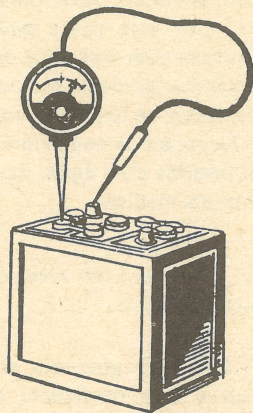

Fig. 50 — Medição da tensão dum elemento
**113. Medida da tensão.**— Para medir a tensão (ou voltagem), dum elemento, é naturalmente indispensável um volímetro que se deve usar conforme se indica na fig. 50, apoiando os seus terminais nos pólos desse elemento.
- 1) Medir a tensão de cada elemento (§ 113, fig. 50).